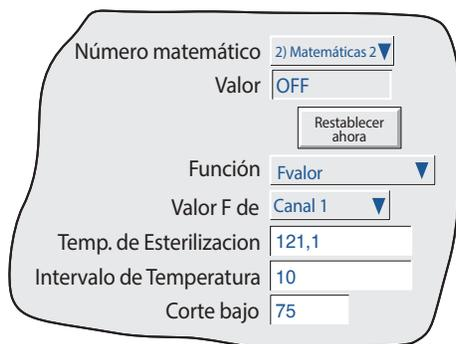

Imagen 4.3.11c Ejemplo de configuración de FO
La imagen 4.3.11c muestra los campos de configuración para la medida de la temperatura de esterilización en vapor (FO). Se utiliza el canal 1 como canal de entrada de temperatura, los valores de FO para la temperatura objetivo (121,1 °C) y para el valor z (10 °C). Además se selecciona 75 °C como valor de corte bajo, por debajo del cual no se contabilizan los créditos de eliminación.